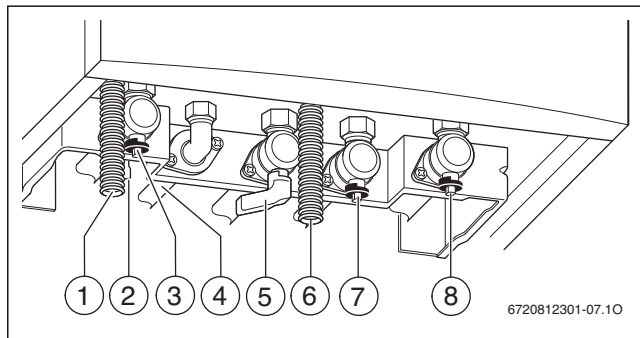

Fig. 26 Collegamenti lato gas e lato acqua (accessori)
- ▶ Apparecchi ZWB...DE: aprire il rubinetto dell'acqua fredda (→ fig. 26) e aprire un rubinetto dell'acqua calda finché non esce l'acqua.
- ▶ Aprire i rubinetti di mandata riscaldamento e ritorno riscaldamento (→ fig. 26).